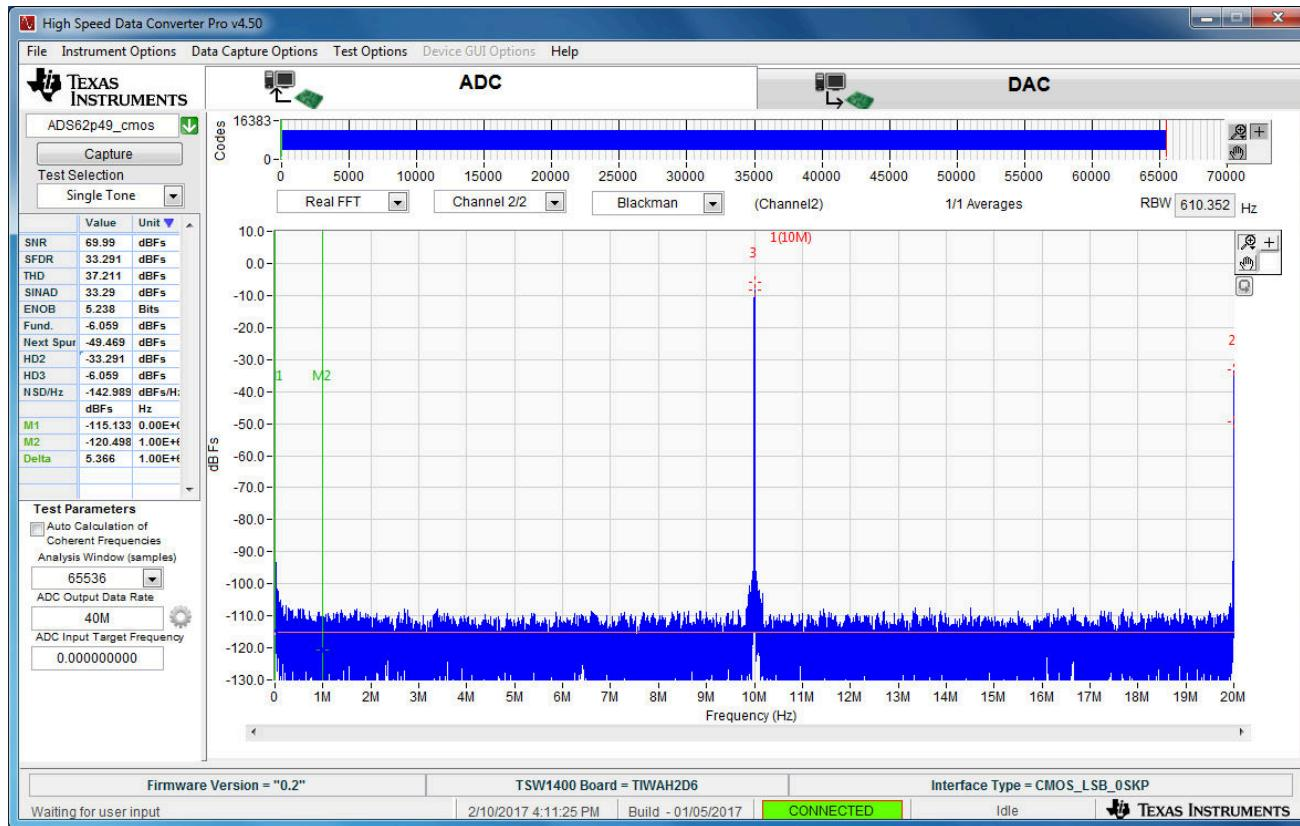

图 4-5. TSW1400EVM 从 ADS62P49EVM 采集的结果
- 点击“Capture”按钮执行数据采集。结果应类似于图 4-5 中所示的结果。